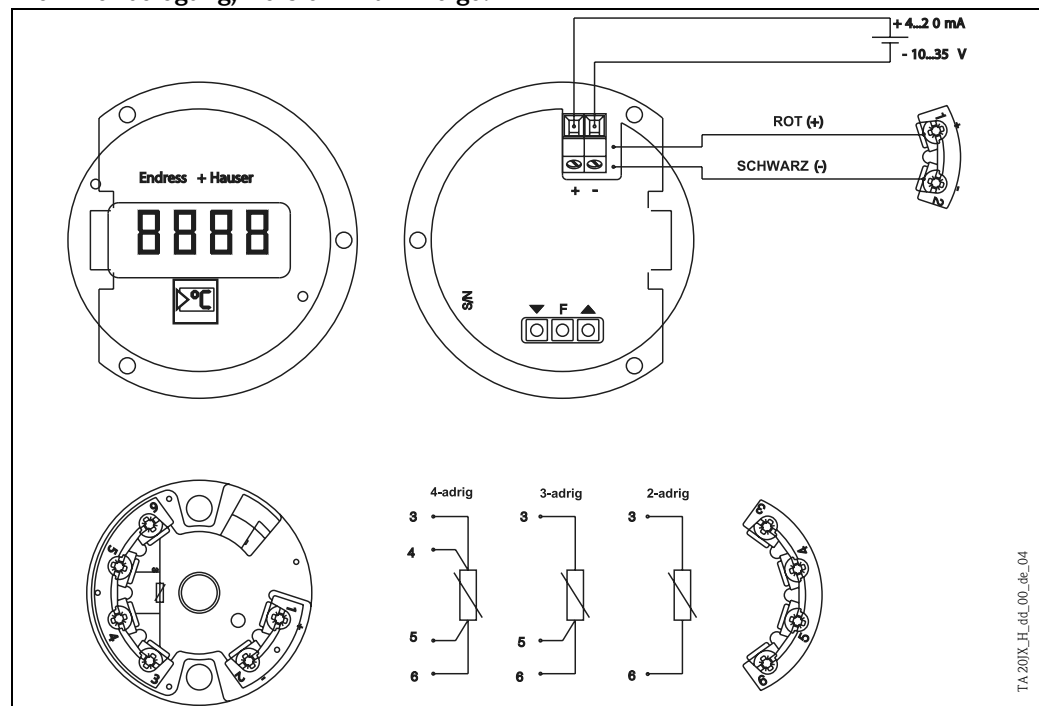

Abb. 5: Anschlussdiagramm, Version mit Anzeige
Die Programmierung erfolgt über drei Tasten auf der Unterseite der Anzeige. Die mittlere Taste dient als Eingabe-Taste (F). Die Tasten daneben dienen zum Aufwärts- ▲ und Abwärtszählen ▼ der Ziffernstellen sowie zur Auswahl der Parameter (siehe → Abb. 5).